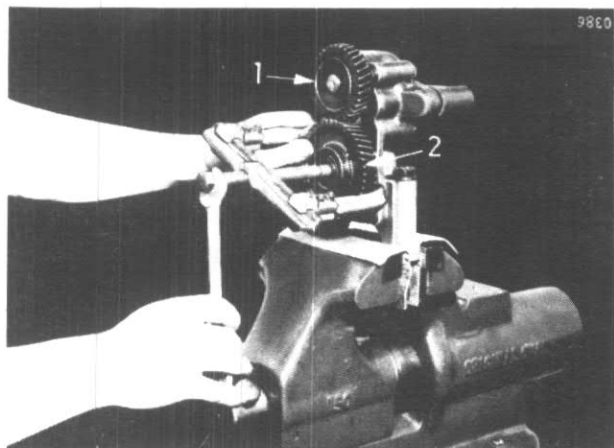

Figure 174
Si nécessaire, déposez le pignon fou (2) fig. 174.